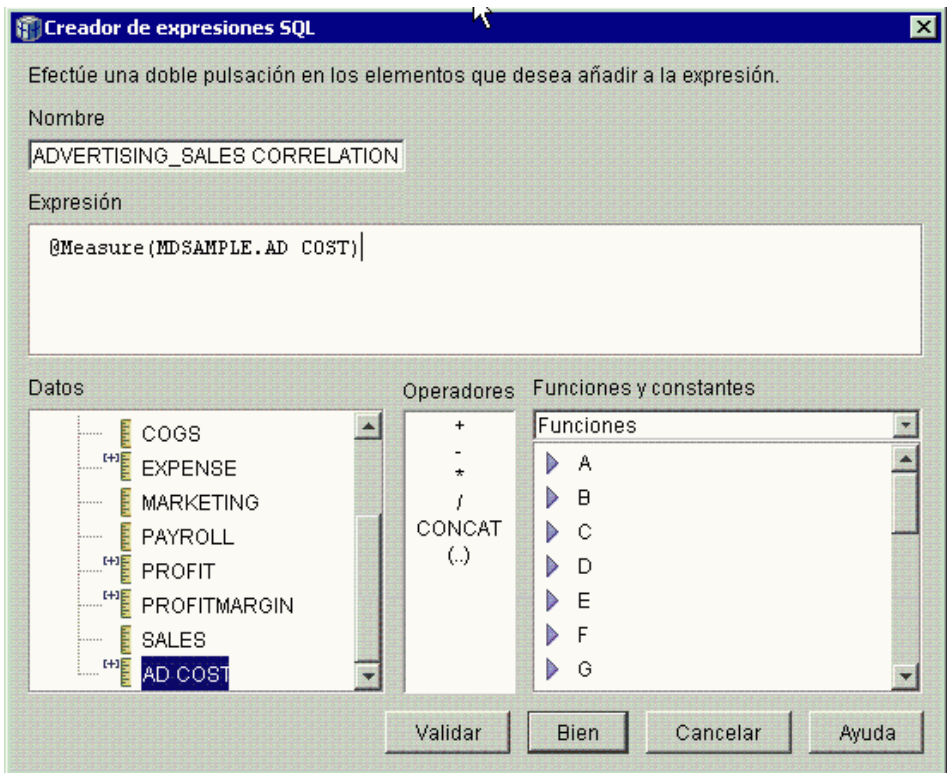

Figura 3. Expresión de correlación de publicidad-ventas completa en la ventana Creador de expresiones SQL
4. Defina la expresión de la medida que también se utilizará como primer parámetro de la función CORRELATION de varios parámetros en el script de agregación. Para definir la expresión, expanda la carpeta **Medidas** de la lista **Datos** y efectúe una doble pulsación en la medida **AD COSTS** para añadirla a la lista **Expresión**. La Figura 3 muestra la expresión que se crea en la ventana Creador de expresiones SQL.